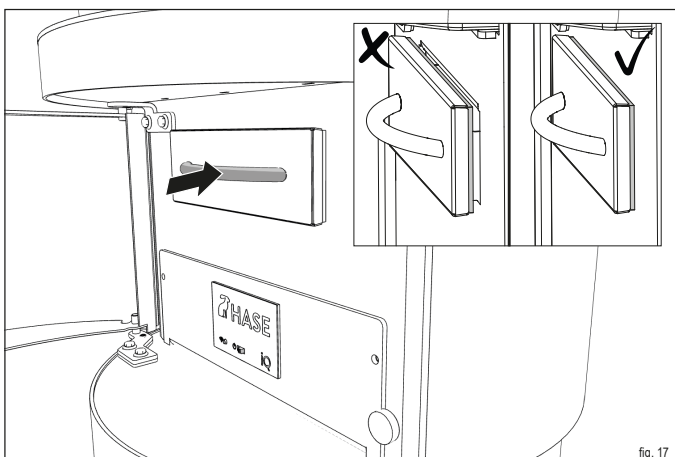

fig. 17
Durante l'inserimento assicurarsi che il cassetto di raccolta della cenere collida con la guarnizione (fig. 17). Si eviterà in tal modo di interferire con il processo di combustione a causa di un'alimentazione scorretta dell'aria. Per rimuovere il cassetto di raccolta della cenere procedere come segue:
- ✓ Spingere il cassetto di raccolta della cenere di nuovo nell'apertura in modo tale che esso collida con la guarnizione (fig. 17).
- **Spingere il cassetto di raccolta della cenere di nuovo nell'apertura (fig. 17).**